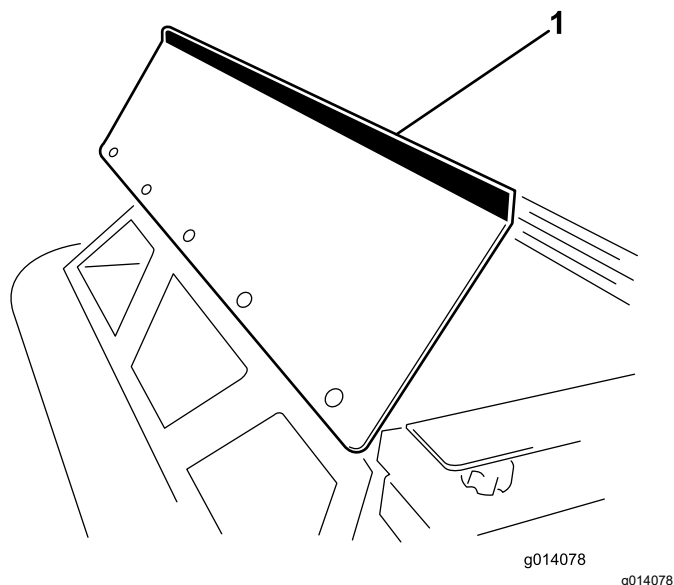

Рисунок 1
2. Установите защиту бункера на переднюю сторону бункера разбрасывателя с помощью 5 болтов (1/4 x 5/8 дюйма) и фланцевых гаек (Рисунок 1).